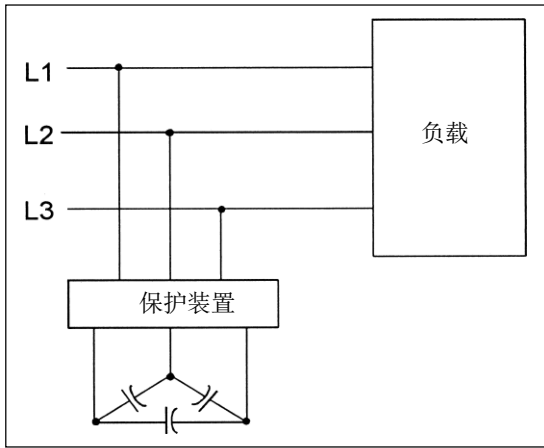

图2, 传统的修正功率因数的方法是利用分流电容器,减小电压与电流之间的相位角。
这里 ϕ 是电压与电流之间的相位角。如果电路的相位角是 40° ,那么 DPF 就是 $0.766(\cos 40^\circ = 0.766)$ 。在这个例子中可以利用无功补偿电容修正由于感性负载造成的相位移。将电容与供电电压并联,从电路中获取与马达感性电抗反向的电流。参见图 2。上述情况只适合于单一频率的电路,比如 50Hz 或 60Hz。
5. 如果适当，有资格的电气专业人员可以考虑安装无功补偿电容。见图2，可以作为指导。